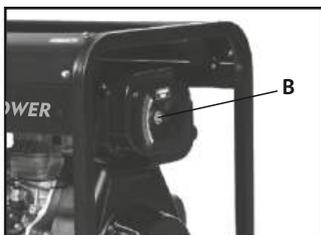

Рис. 6
- Отвинтить крышки воздушного фильтра (рис.6,В).